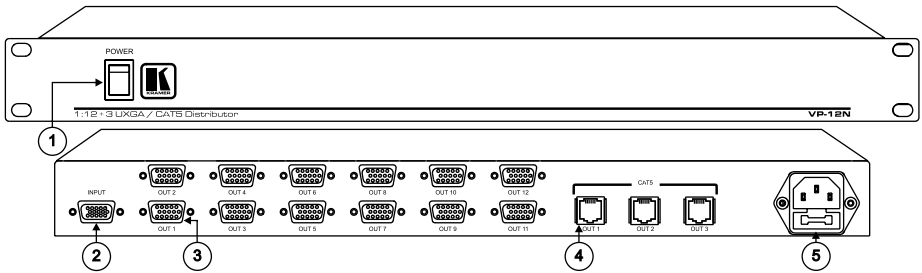

Рис. 1. Усилитель-распределитель VP-12N
- на передней и задней панелях (рис. 1 и табл. 1)